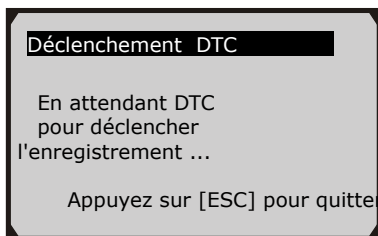

Figure 5.25
- Si **Déclenchement DTC** est sélectionné, l'écran suivant affiche: (Figure 5.25)